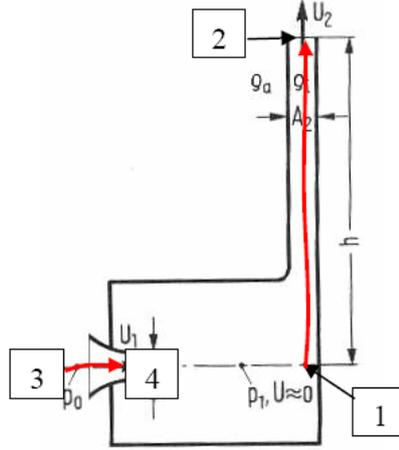

Abbildung 9: Berechnungswege Bernoulli
Es muss daher in Teilabschnitten vorgegangen werden. Es wird die Bernoullische Gleichung aufgestellt zwischen den Punkten (3) und (4) sowie zwischen den Punkten (1) und (2) (siehe Abbildung 9):